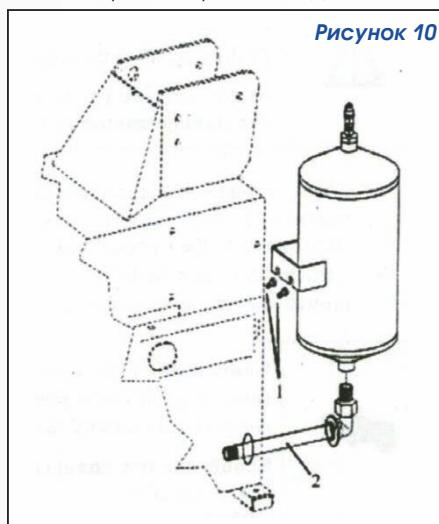

Рисунок 10
Закрепите ресивер (1) на задней стенке стенда подходящими болтами (рисунок 10).